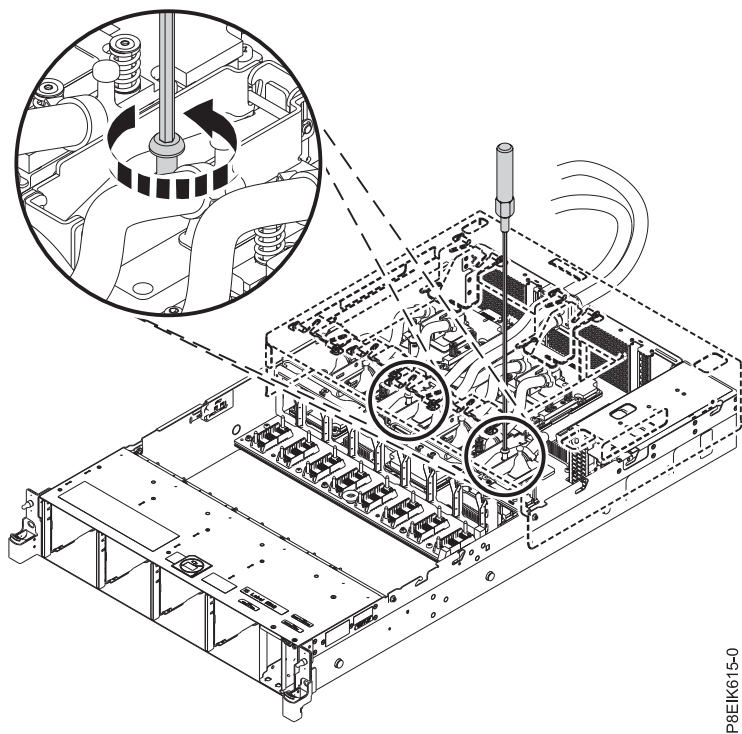

Figura 180. Cómo aflojar el tornillo de fijación de la placa refrigeradora
- a. Afloje el tornillo de fijación de la placa refrigeradora girando la llave hexagonal proporcionada en el sentido opuesto al de las agujas del reloj, como se muestra en la Figura 180. Afloje el tornillo hasta que se mueva libremente.